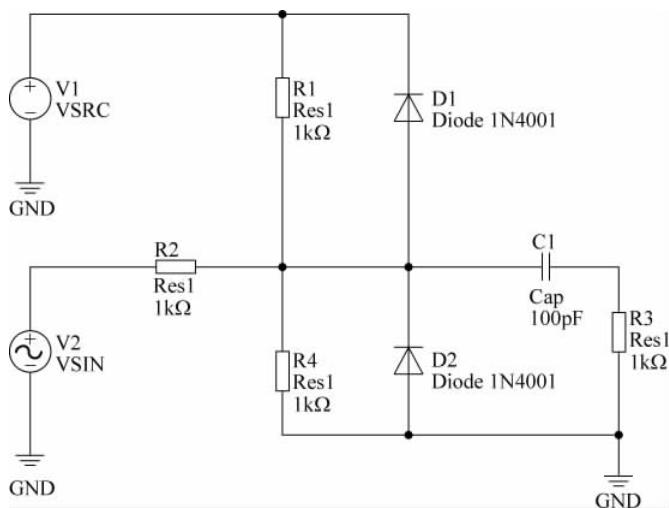

图 3-25 为电路中的元器件分配唯一的标识符
(5) 按照为元件分配标识符的方法, 为电路中的元件和信号源分配唯一的标识符。图 3-25 给出了分配完标识符后的原理图界面。